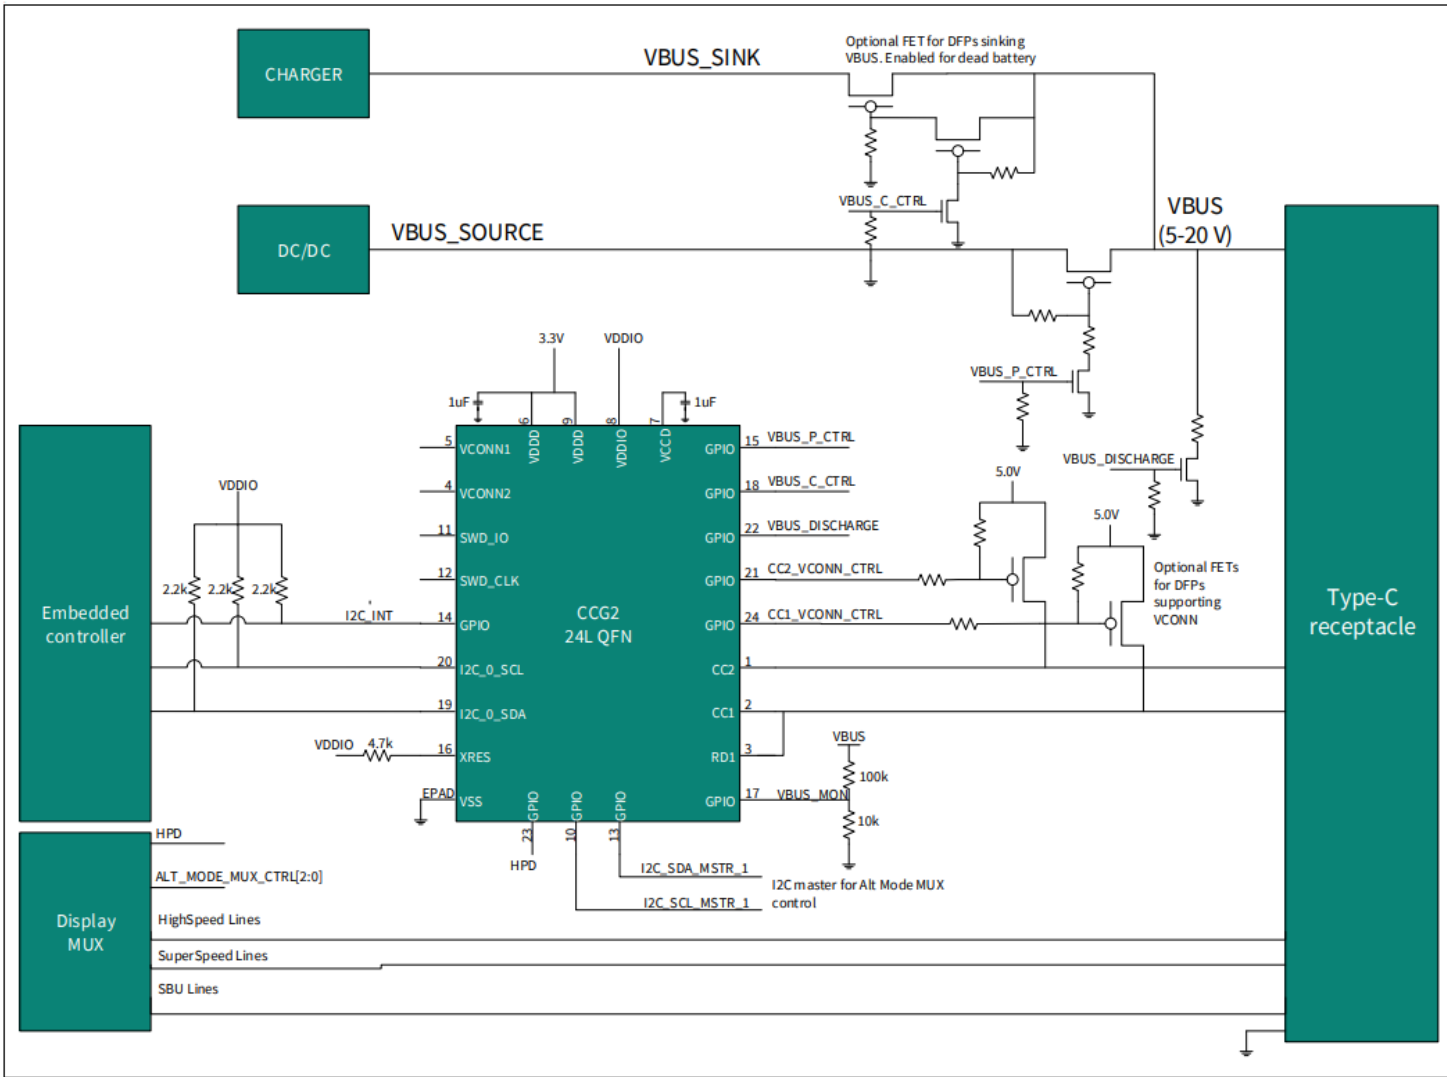

图 14 双角色端口 (DRP) 应用（不建议用于新设计）
图 14 中展示了使用 CCG2 设备的笔记本电脑 DRP 应用示意图。Type-C 端口可用作电源供应器或电源消耗器。CCG2 设备通过 I²C 与嵌入式控制器 (EC) 通信。它还控制数据多路复用器 (DMX)，将高速信号路由至 USB 芯片组（正常模式下）或 DisplayPort 芯片组（备用模式下）。SBU 线路、超高速线路和高速线路直接从笔记本电脑的 Display MUX 路由至 Type-C 插座。